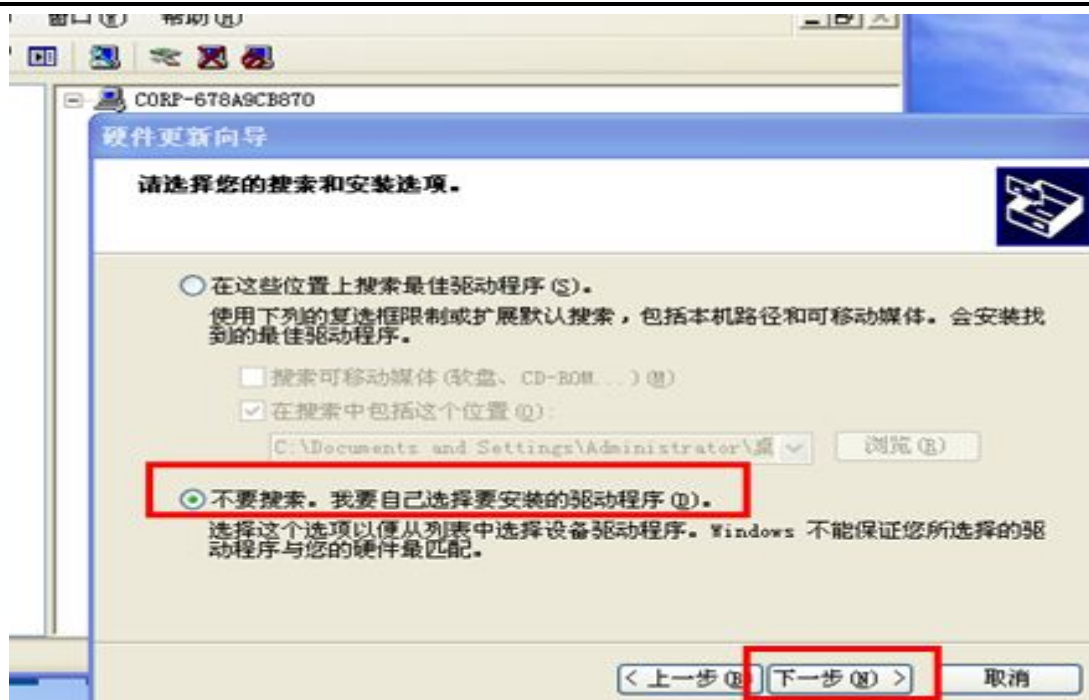

图 2-14
- 选择“不要搜索，我要自己选择安装的驱动程序”，单击“下一步”，如图 2-14 所示。